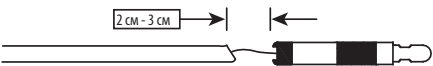

Рисунок 7
3. Осторожно разделите проксимальный и дистальный концы открытого толкателя. Затем под рентгеноскопическим контролем вытяните проксимальную часть толкателя для доставки имплантата примерно на 2–3 см, чтобы удостовериться в отсоединении имплантата в соответствии с инструкцией по применению (см. рис. 7).